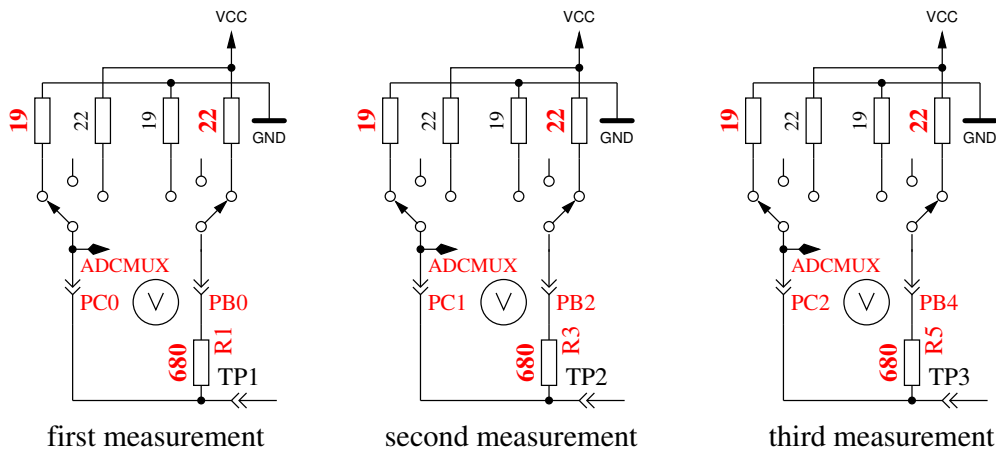

Рис. 5.56. Измерение внутреннего сопротивления порта С подключением выходных контактов к GND
8. **Измерение внутреннего сопротивления порта подключением выходных контактов к GND.** Этот и следующие тесты будут проведены, если выбрана опция AUTO_CAL. Внутреннее сопротивление порта С с выходами, подключенными к GND, измеряется по току через подключенные к VCC (+5 V) резисторы $680\ \Omega$, смотри рисунок 5.56. Могут быть измерены только три вывода порта АЦП. Внутреннее сопротивление портов В (PB0, PB2 и PB4) не может быть измерено без изменения аппаратных средств. Будем считать, что внутреннее сопротивление порта для различных портов практически одинаково. Величина сопротивления будет определена в следующем тесте.